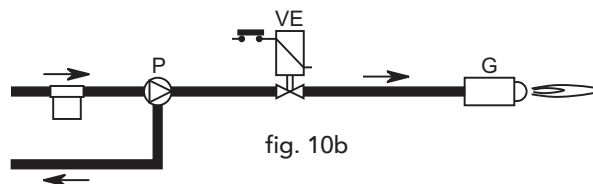

fig. 10b
- 3 Al final del prelavado la instalación abre la válvula electromagnética (fig. 10b): el gasóleo llega al inyector del cual sale pulverizado. El contacto con la descarga entre los electrodos, determina la formación de una llama. Al mismo tiempo se inicia el tiempo de seguridad en el que la fotoresistencia debe nivelar la presencia de la llama.